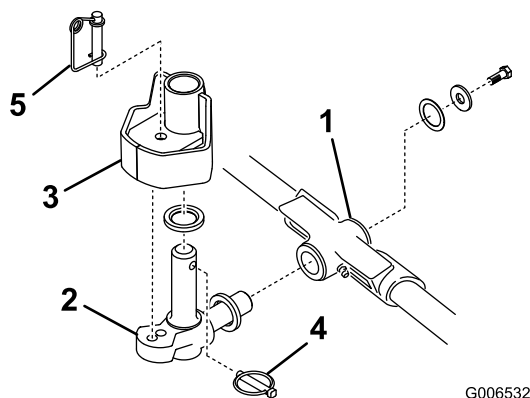

Figure 17
1. Montez une rondelle de butée sur l'axe horizontal du pivot comme illustré à la Figure 17.
2. Insérez l'axe horizontal du pivot dans le tube de montage du bâti porteur (Figure 17).
3. Fixez le pivot au bâti porteur avec une rondelle de butée, une rondelle plate et une vis à embase (Figure 17).
4. Insérez une rondelle de butée sur l'axe vertical du pivot (Figure 17).
5. S'il a été déposé, insérez l'axe vertical du pivot dans le moyeu de pivot du bras de relevage (Figure 17). Guidez le pivot en position, entre les deux amortisseurs de centrage en caoutchouc, dans le dessous de la plaque de direction du bras de relevage.
6. Insérez la goupille à anneau dans le trou transversal de l'axe de pivot (Figure 17).
Remarque: Si une position de plateau de coupe fixe est requise, insérez la goupille de blocage de direction dans le trou de fixation du pivot (Figure 17).
11. Accrochez le ressort autour du bas de la goupille de blocage de direction (Figure 17).